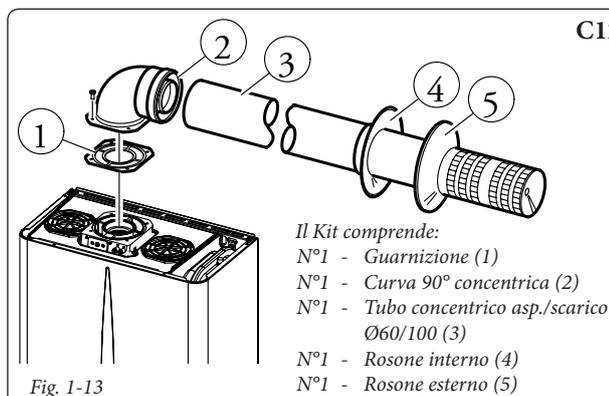

Fig. 1-13
Kit orizzontale di aspirazione - scarico Ø60/100. Montaggio kit (Fig. 1-13): installare la curva con flangia (2) sul foro centrale della caldaia interponendo la guarnizione (1) e serrare con le viti presenti nel kit. Innestare il tubo terminale (3) con lato maschio (liscio), nel lato femmina (con guarnizioni a labbro) della curva (2) sino a portarlo in battuta, accertandosi di avere già inserito il relativo rosone interno ed esterno, in questo modo si otterrà la tenuta e la giunzione degli elementi che compongono il kit.